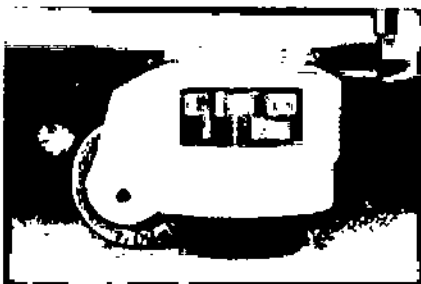

Ilustración 4-2: Rueda bloqueada con el pie tocando el suelo
1. Mueva el control giratorio hacia la derecha hasta que el pie entre en contacto con el suelo de forma uniforme, como se muestra en la Ilustración 4-2.